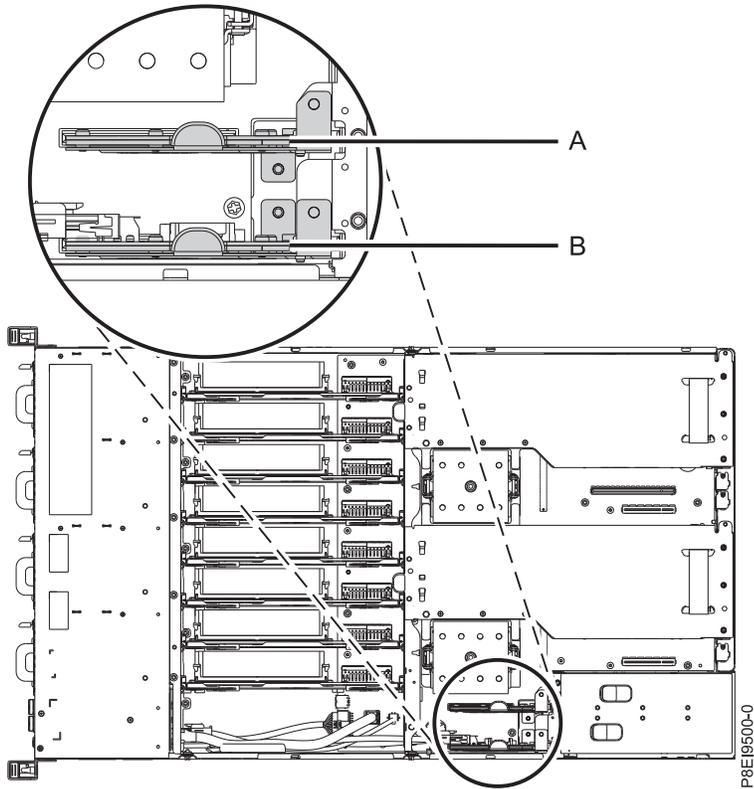

Figura 46. Ubicación de las tarjetas de expansión de alimentación
3. Localice las tarjetas de expansión de alimentación. En la Figura 46 en la página 48 se muestra la ubicación de las tarjetas de expansión de alimentación en el sistema 8335-GCA o 8335-GTA. La tarjeta de expansión de alimentación **(B)** contiene la batería de hora del día y el conector del cable de alimentación del ventilador.